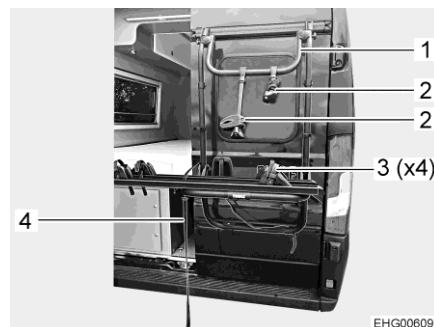

Fig. 1 Portabicicletas
- Abrir la correa de cierre (Fig. 1,4).
- Colocar la bicicleta en el riel y fijarla con el brazo de sujeción (Fig. 1,2) al estribo de sujeción (Fig. 1,1).
- Fijar la rueda delantera y la rueda trasera de la bicicleta al riel de rueda mediante cintas de sujeción (Fig. 1,3).
- Cerrar la correa de cierre (Fig. 1,4).